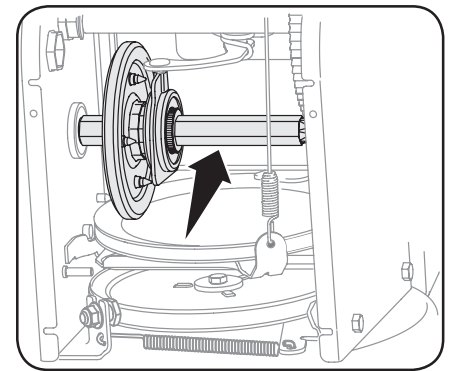

Figura 4-5
4. Aplique una capa ligera del compuesto Bostik Regular Grade Never-Seez® al eje hexagonal. Consulte la Figura 4-5.